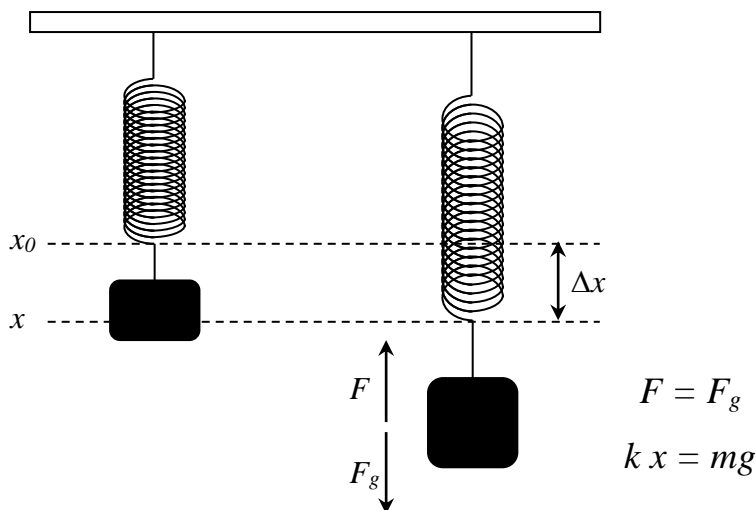

Figura 1. Sistema massa-mola sob a ação da força da gravidade.
mostrado na figura 1. Nos sólidos em geral e, em especial, nas molas, a deformação está relacionada à força de restauração pela relação conhecida como **Lei de Hooke**:
Para verificar essa relação, aplicamos uma força bem definida em uma mola, suspendendo-se aí uma massa, como mostrado na figura 1. Quando o sistema massa-mola entra em equilíbrio, o peso da massa pendurada é igual à força de restauração da mola. Note que quanto maior for a constante elástica da mola, k , maior é a força de resistência com que a mola se opõe ao deslocamento da massa.
Neste terceiro experimento, utilizando a montagem esquematizada na figura 1, você deverá:
Neste experimento, iremos fazer uma montagem similar à apresentada na figura 1. Temos duas molas (ou dinamômetros) diferentes para medir suas constantes elásticas. Observe que em cada uma existe uma identificação com o valor máximo de força que pode ser aplicada à mesma. **Certifique-se de que em suas medidas a força aplicada NUNCA seja maior que o valor máximo suportado, pois isso causaria uma deformação permanente na mola/dinamômetro.**
1. Monte o sistema conforme o esquema da figura 1, pendurando uma das molas no suporte fornecido. Use uma massa apropriada para causar uma pequena elongação inicial na mola entre 5 mm e 10 mm. **Nota:** Esta massa não-nula na posição inicial é necessária para descomprimir a mola e colocá-la na região de operação onde vale a Lei de Hooke.